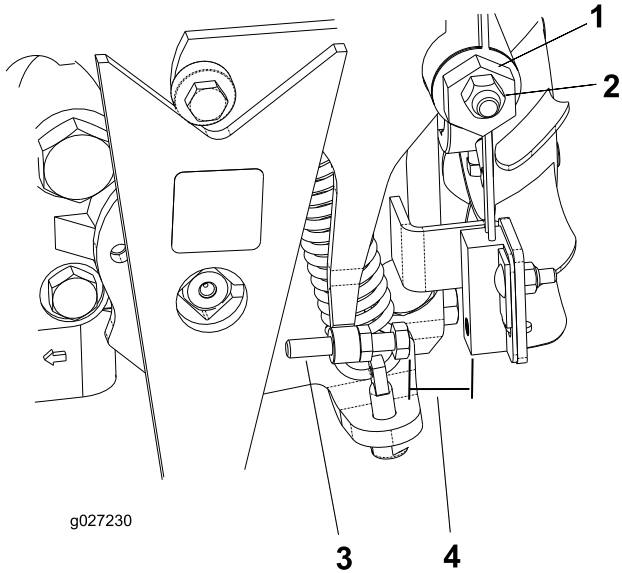

图 36
4. 拧松牵引调节凸轮上的锁紧螺母图 36。
5. 启动发动机并朝两个方向旋转凸轮六角螺栓图 36 以确定中档范围的中点。
3. 调节螺丝直至气隙为 0.82.3mm 请参阅图 36。